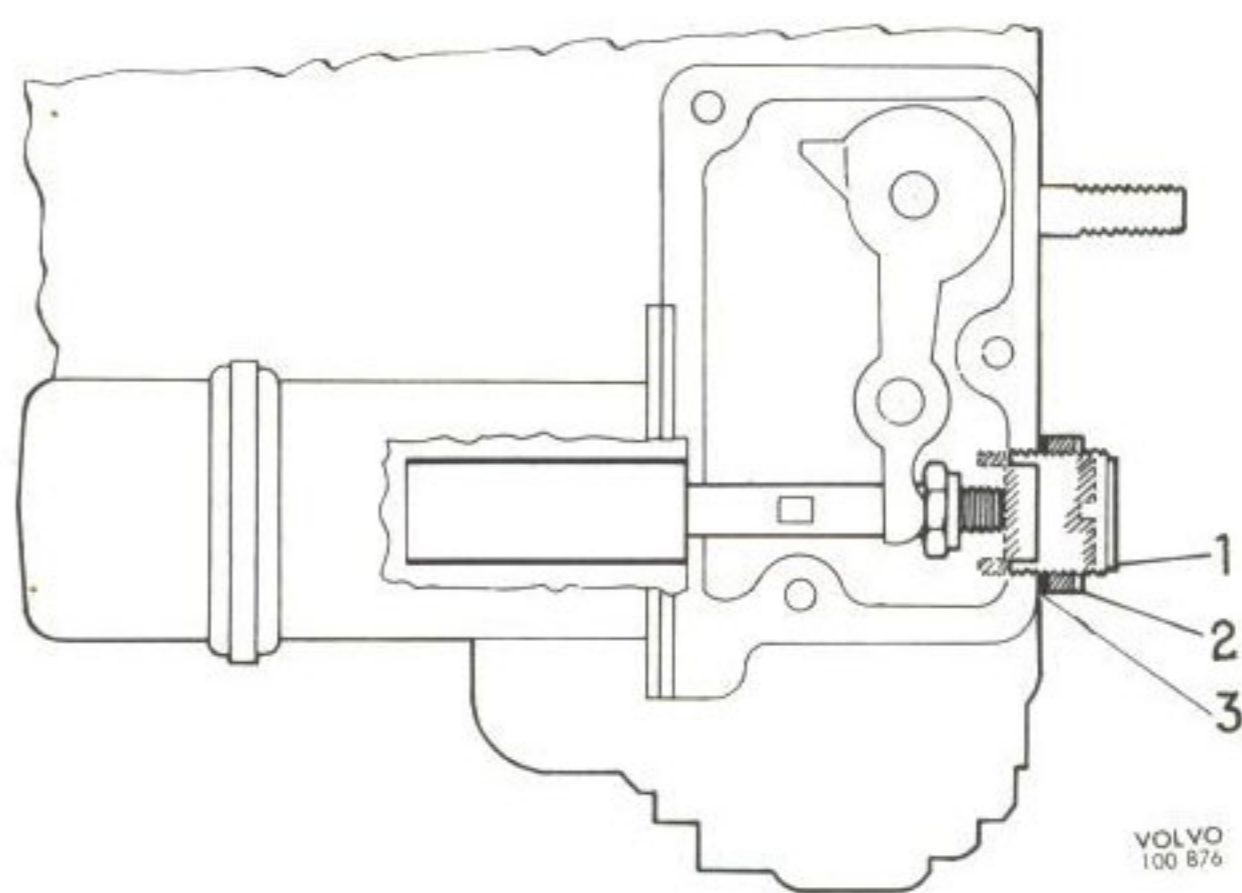

Bild 30. Inställning av justerbar propp.
9. Montera övriga delar i motsatt ordning mot demonteringen. Skruva in proppen så att solenoidens ankare bottnar. Kontrollera därefter att en pinne med 4,75 mm ($\frac{3}{16}$ ") diameter kan stickas genom armens hål och in i huset, se bild 29. Justera vid behov. Efter inställningen skruvas proppen ut $2\frac{1}{2}$ varv, se bild 30 och låses med låsmutter och låstråd.